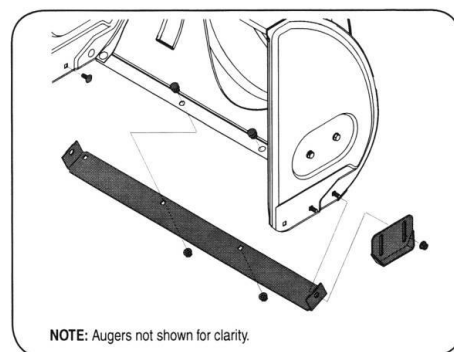

Figura 13
1. Retire os quatro parafusos do carro e as porcas de flange sextavadas que os prendem ao limpa-neves. Ver Figura 13.
2. Monte novos sapatos de patinagem com os quatro parafusos do carro (dois de cada lado) e porcas de flange sextavadas. Ver figura 13.